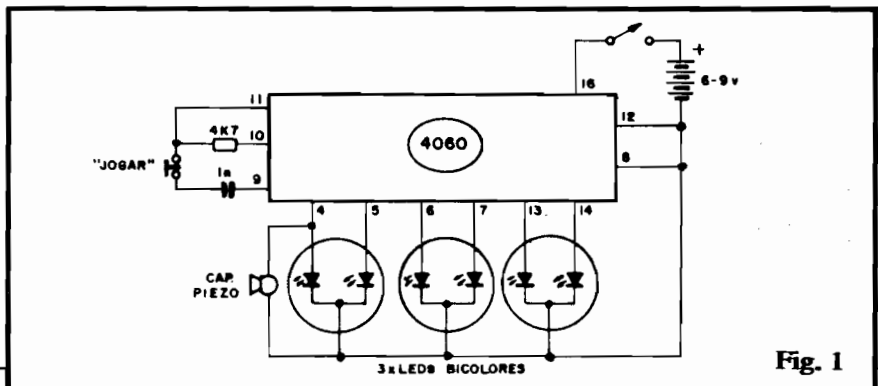

Fig. 1
- FIG. 1 - "Esquema" do JOCAN, numa estrutura muito simples,